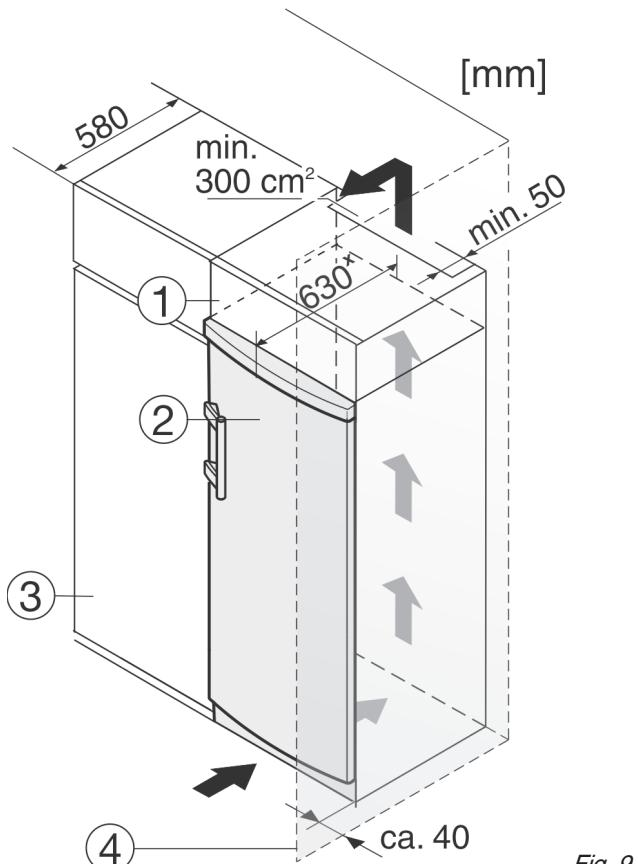

Fig. 9
(2) Пристрой
(4) Стінка
Пристрій можна комбінувати з кухонними шафами. Для того, щоб пристрій Fig. 9 (2) вирівняти по висоті кухонної секції, на пристрій можна встановити антресольну секцію Fig. 9 (1).
У разі комбінування з кухонними шафами (максимальна глибина 580 мм) пристрій можна встановлювати безпосередньо поряд із кухонною шафою Fig. 9 (3). Пристрій виступає збоку на 34 ммx і посередині на 50 ммx відносно передньої панелі кухонної шафи.
Якщо пристрій встановлюється поряд зі стінкою Fig. 9 (4), відстань між пристроєм та стінкою повинна бути не менше 40 мм. Це відповідає необхідній відстані для ручки після відкривання дверцят.